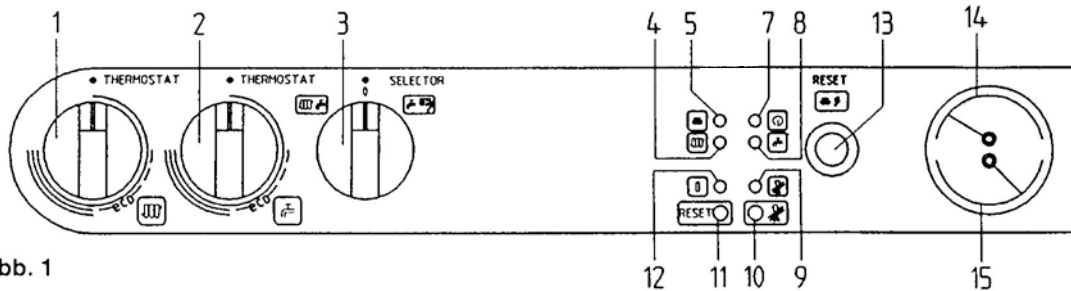

Abb. 1
**Wichtig:** Regelmäßig überprüfen, ob auf dem Thermenmanometer (15) (Abb. 1) bei kalter Anlage ein Druckwert von 1 bar vorhanden ist. Bei Überdruck den Thermenentleerungshahn betätigen (Foto 1). Falls der Druckwert niedriger ist, die Therme auffüllen. Es ist empfehlenswert die Befüllung sehr langsam vorzunehmen, um die Entlüftung zu erleichtern.
**Anzeige 12:** Die Anzeige (12) wird durch den Sicherheitsthermostat bei sehr hohen Temperaturwerten des Wassers im Hauptkreislauf aktiviert oder durch zu geringen Zug im Kamin (z.B. Kamin ist ganz oder teilweise verstopft), wodurch der Abgasthermostat auslöst. In diesen Fällen wird die Therme außer Betrieb gesetzt (die Kontrollleuchte (12) leuchtet ständig auf). Nach Beseitigung der Ursache die RESET-Taste (11) drücken. Dabei die Anzeige des Thermenmanometers kontrollieren (15) (Abb.1) (siehe auch Kapitel: Füllen der Anlage auf Seite 5)
Achtung: Wenn sich der Wahlschalter (3) (Abb. 1) in der Position Winter  befindet, wird bei jeder Betätigung des Heizungsthermostates (1) eine Wartezeit von einigen Minuten benötigt. Damit der Hauptbrenner sofort wieder anspringt, den Wahlschalter (3) auf die Pos. (0) und dann wieder auf Winter  stellen. Diese Wartezeit betrifft nicht die Heißwasserfunktion.